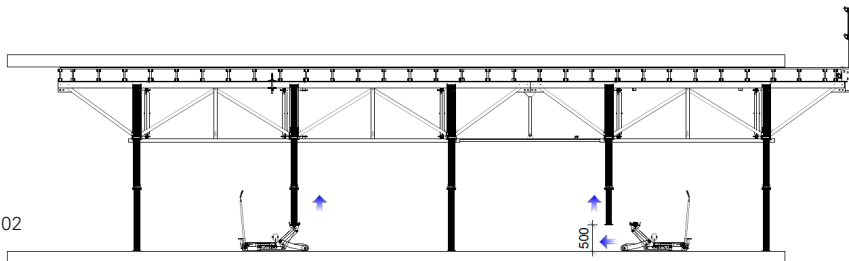

Fig. A3.02
2. Faites enroulés les étais ou le « STN » sera installé (voir « Emplacement des anneaux de levage » pour l'emplacement des STN) d'environ 50 cm vers le haut. Déplacez les quatre dispositifs d'abaissement STN sous les étais enroulés (Fig. A3.02).